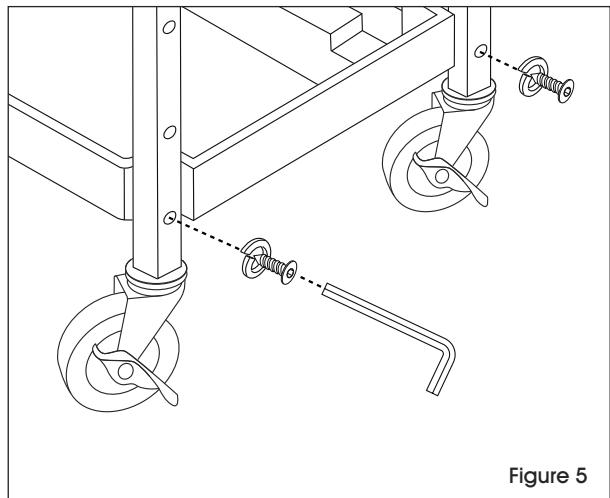

Figure 5
7. While holding caster in place, insert lock washer and screw into bottom hole on tubular frame. Tighten with Allen wrench. Repeat for remaining casters. (See Figure 5)
7. Tout en maintenant la roulette en place, insérez une rondelle de blocage et une vis dans le trou inférieur du cadre tubulaire. Serrez le tout avec la clé Allen. Répétez l'opération pour les roulettes restantes. (Voir Figure 5)